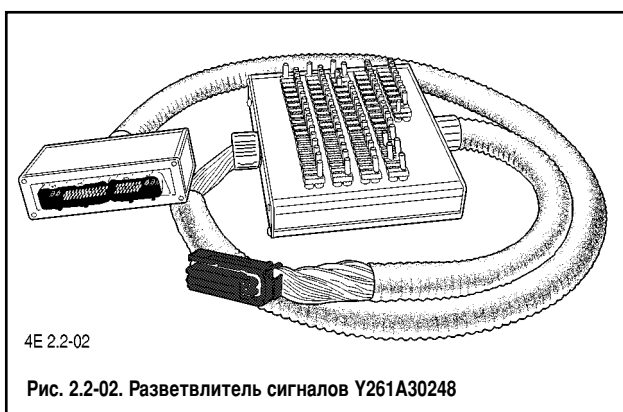

Рис. 2.2-02. Разветвитель сигналов Y261A30248
13. **В системе управления двигателем используется контроллер с 81-клеммовым разъемом, который находится в труднодоступном месте. Поскольку клеммы внутри колодок разъема недоступны для подключения внешних измерительных приборов, то для проведения проверки исправности цепей жгута системы впрыска необходимо использовать специальные разветвители сигналов (рис. 2.2-02), подключаемые между контроллером и жгутом проводов.**